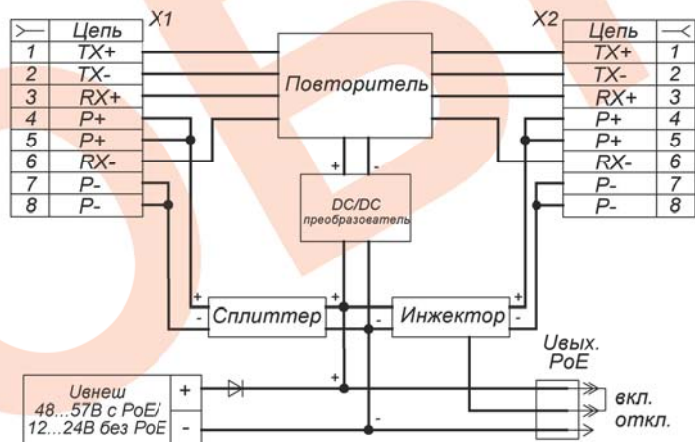

Рис.1 Структурная схема УЛИ-ЕП.
5. Структурная схема УЛИ-ЕП приведена на рис.1.